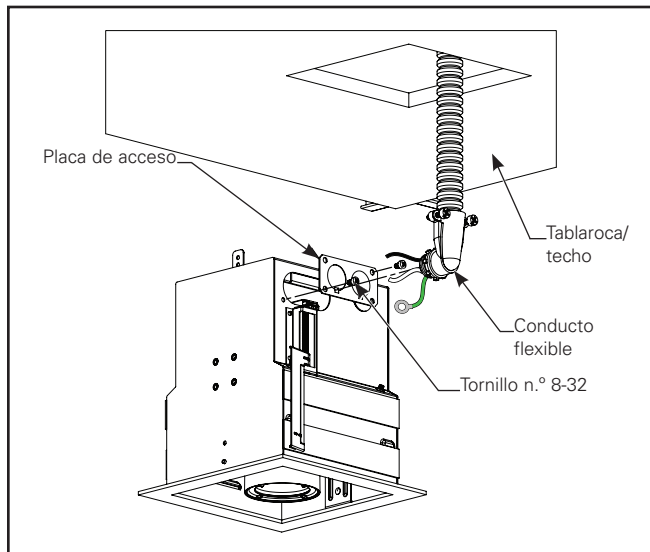

Figura 2.2.
- 2b. Tienda los cables de entrada desde el recorte del techo de tablaroca. (Figura 2.2)